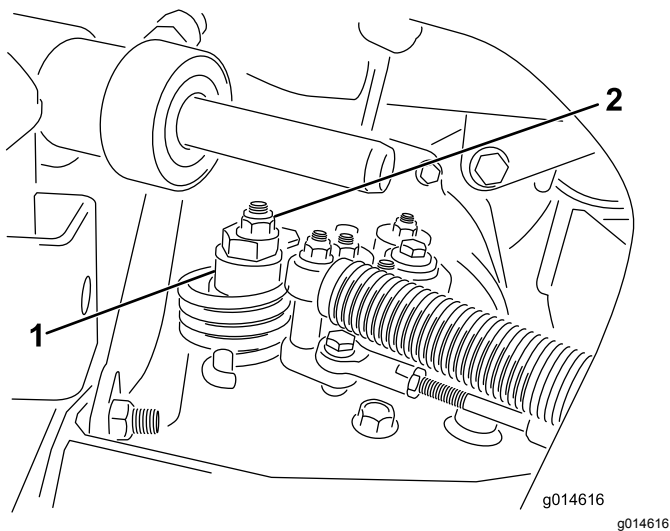

図 37
- A. 偏芯ナットを гидロスタット上部に止めているナットをゆるめる 図 37。
- C. どちらにも車輪が回らないように偏芯ナットを回して調整する。調整ができれば固定ナットを締めろ 図 37。スロットル低速 および高速位置で調整が正しいことを確認する。